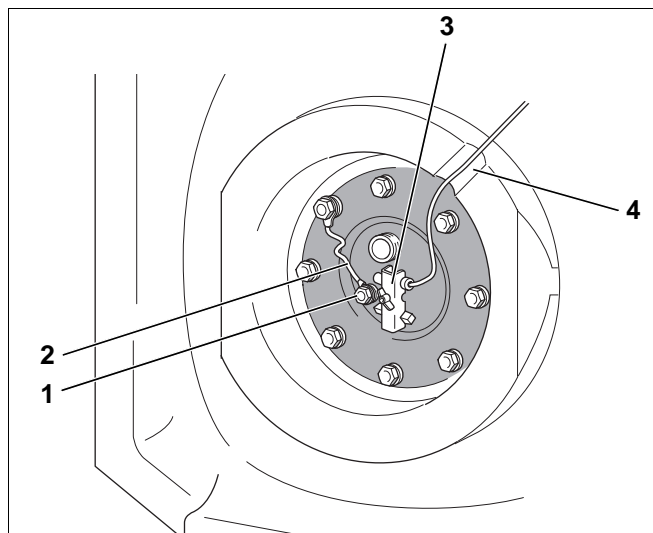

Рис. 12 Проверка подключения магниевого анода
- Провести провод датчика через паз в теплоизоляции (рис. 12, **поз. 4**) к крышке смотрового люка.
- Установить температурный датчик в соответствии с геометрической формой и диаметром в крепление датчика (рис. 12, **поз. 3**).
- Проверить, подключен ли заземляющий кабель (рис. 12, **поз. 2**) магниевого анода (рис. 12, **поз. 1**).